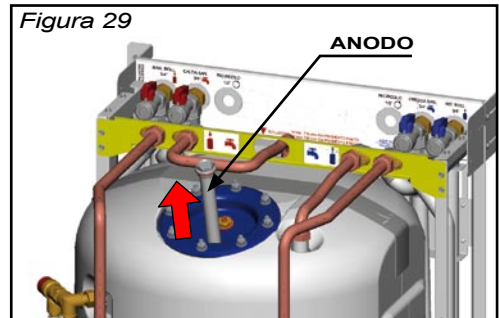

Figura 29
- 3) Svitare il dado dell'anodo con chiave 26 ed estrarlo sfilandolo verso l'alto (figura 29).